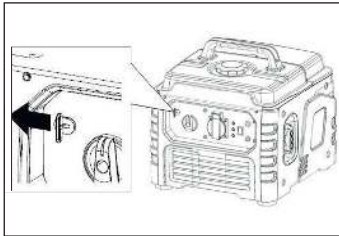

Рис. 9
- Переведите клавишу выключателя зажигания в положение «Выкл» (Рис. 9).